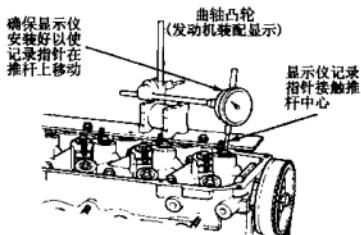
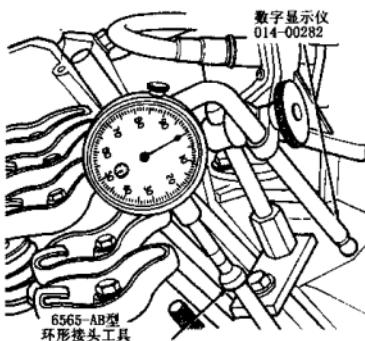

图 1-4 有推杆发动机图
图 1-5 有推杆典型发动机图
(1) 顺序检查每个凸轮升程并记下读数。
①拆下气门搖臂蓋。
②拆下搖臂支承螺栓、搖臂和支承。
③确保凸轮与推杆紧密接触，在凸轮推杆顶部安装一个数字显示仪，对于无气门推杆和有气门推杆的发动机，仪器安装分别如图 1-4 和图 1-5 所示。